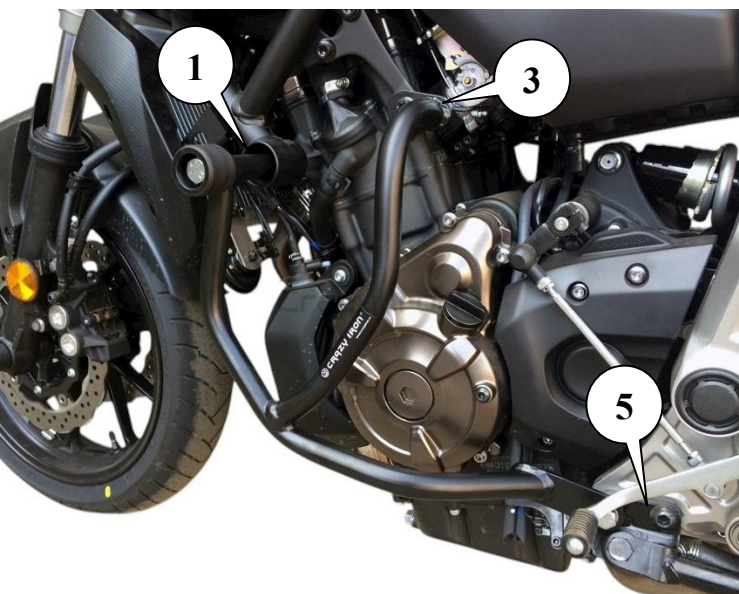

Рис.1. Установленная клетка вид слева
3. Открутите болт в точке №1 (рис.1).
4. Наживите левую дугу в точке №1 (рис.1). Используйте монтажный крепеж из табл. №2.
5. Открутите болт в точке №5 (рис.1).
6. Наживите левую дугу в точке №5 (рис.1). Используйте монтажный крепеж из табл. №2.
7. Открутите болт в точке №3 (рис.1).